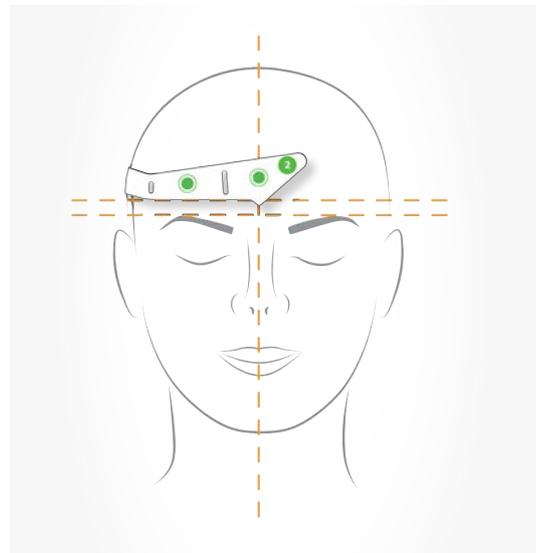

Abbildung 16: Positionieren Sie die Elektroden über der Nase und über der Augenbraue.
- Positionieren Sie die Referenzelektrode (den vertikalen grünen Streifen neben Nr. 2) auf der Mitte der Stirn über der Nase, einen Fingerbreit über der Augenbraue. Die dreieckige Form des DeltaScan Patch (unter dem grünen Streifen) zeigt in Richtung der Nase. Die andere Elektrode (grüner Streifen) befindet sich automatisch auch in der richtigen Position über der Augenbraue. Siehe Abbildung 16.